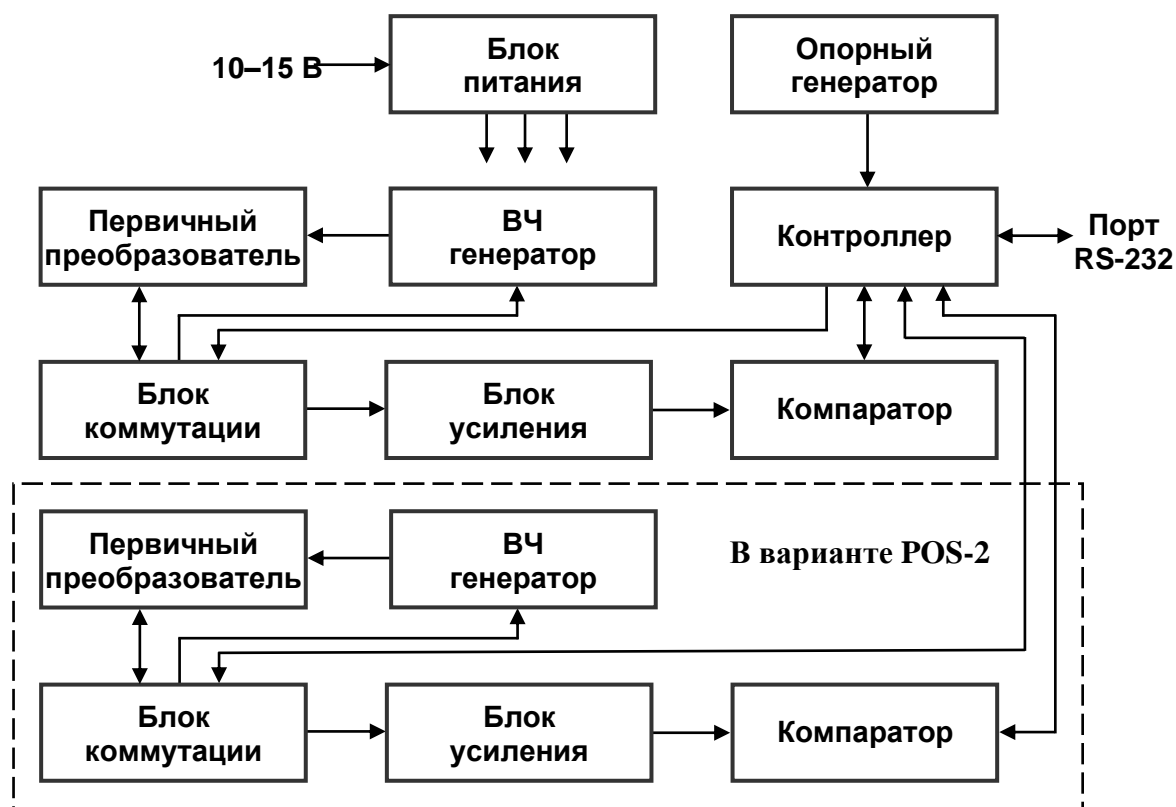

Рис. 1. Функциональная схема POS-1,2
1.5.3.1. Взаимосвязи основных функциональных узлов магнитометра приведены на рис. 1.